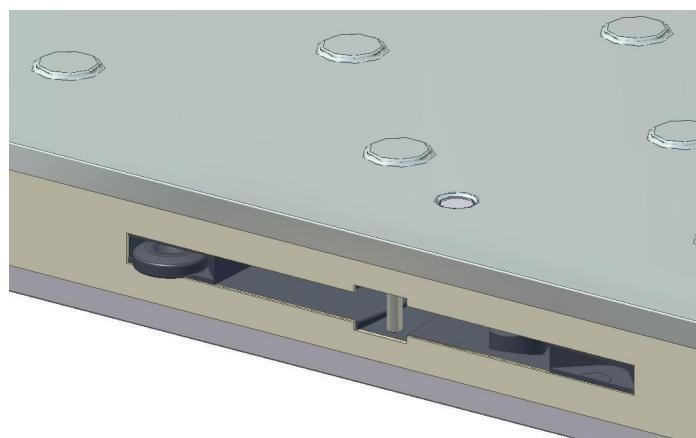

Fig. 1
- Antes del montaje de los paneles, se debe colocar una pieza de alineación en los cerrojos. La función de estas piezas es permitir una alineación correcta de los cerrojos. Se debe colocar una única pieza sobre cada par de cerrojos (Fig. 1).